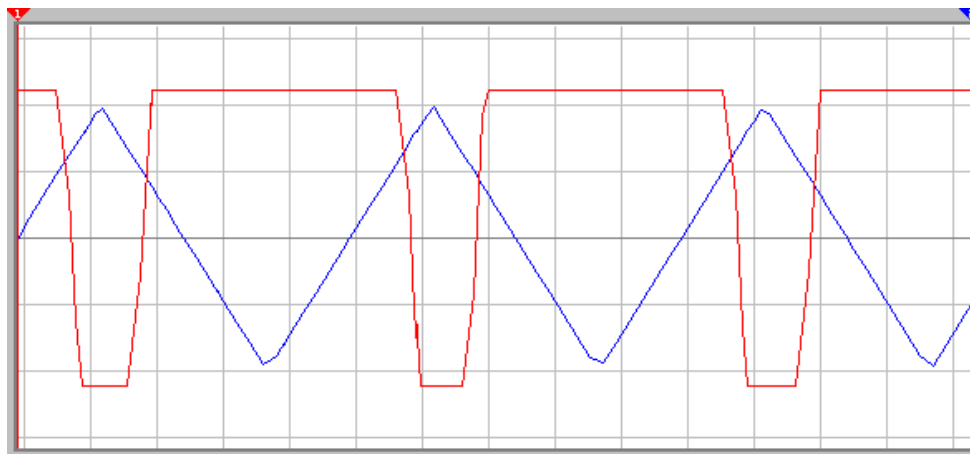

Рис. 6. Осциллограммы сигналов в контрольных точках схемы
7. Подключить измерительные приборы к контрольным точкам и запустить схему. Произвести контроль рабочих процессов происходящих в схеме рис. 6.